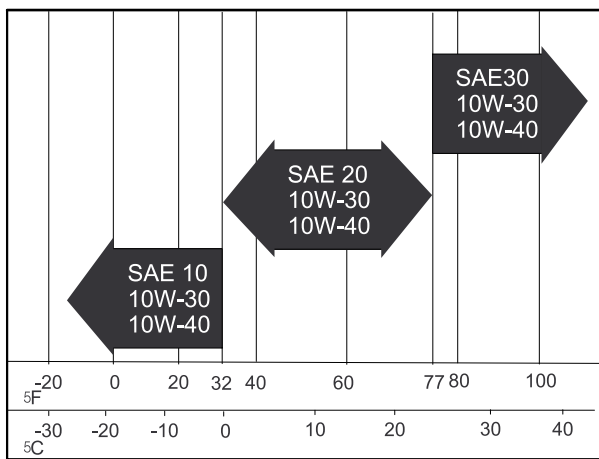

Figure 43
**Viscosité de l'huile moteur :** Choisissez la viscosité de l'huile en fonction de la température ambiante, comme indiqué dans le tableau de la Figure 43.